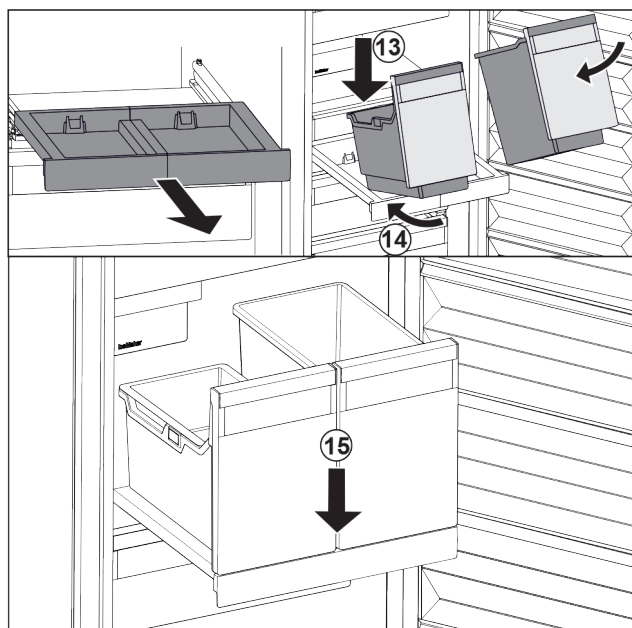

Fig. 86
- ▶ Colocar los recipientes inclinados sobre el estante extraíble. *Fig. 86 (13)*
- ▶ Introducir los recipientes inclinados hacia atrás. *Fig. 86 (14)*
- ▶ Depositar los recipientes por delante. *Fig. 86 (15)*